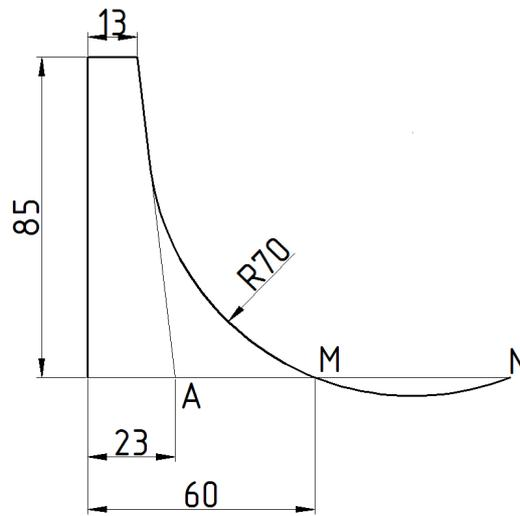

Рис.11.0
8. Ставим размеры и получаем рис.11.0.